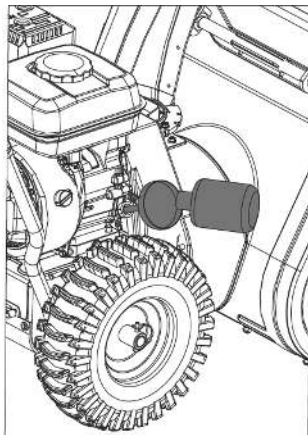

Рис. 17
2. Залейте необходимое количество рекомендованного масла, учитывая температуру окружающего воздуха (Рис. 17).